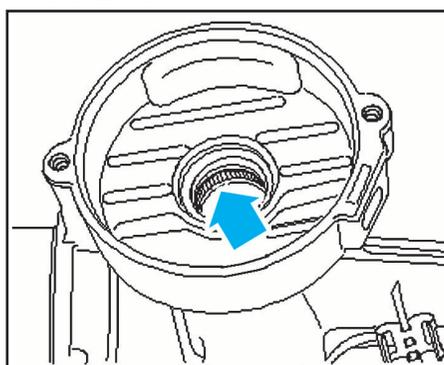

Fig.36
-graisser le pignon et l'intérieur du boîtier exclusivement avec la graisse fournie avec le kit de réparation (VW G 052 192 A1) (Fig.36).